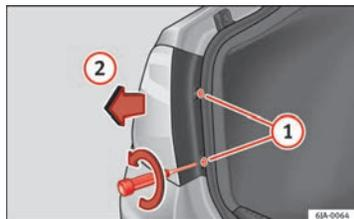

Fig. 156 Stacco del fanale di coda esterno
- Con il cacciavite in dotazione o con una chiave Torx 20 (T20) svitare (girando in senso antiorario) e togliere le due viti di fissaggio della zona frontale del fanale ⇒ fig. 156 ①, facendo attenzione a non perderle.
- Tirare verso l'esterno il fanale di coda (⇒ fig. 156 ②) fino ad estrarre il fanale dal proprio alloggiamento.